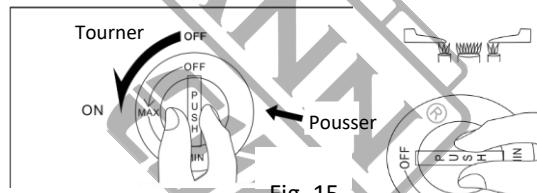

Fig. 15
- a. Ouvrez le robinet de gaz principal. Enfoncez le bouton de réglage du gaz et tournez-le vers la position MAX (tourner à gauche) jusqu'à ce que vous entendiez le déclic. Assurez-vous que le brûleur a été allumé (Fig. 15) dans cette position, le double brûleur allumera à la fois le petit et le grand brûleur. Pour utiliser uniquement le petit brûleur, relâchez le bouton de réglage du gaz et tournez-le davantage vers la position MIN. (Fig. 16)